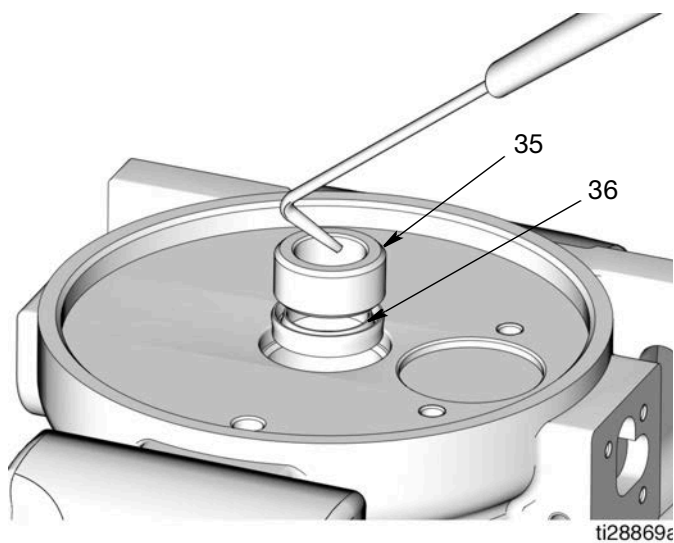

FIG. 26
22. Utiliser une tige d'extraction pour enlever la douille (35) et le joint en coupelle (36) (FIG. 26).